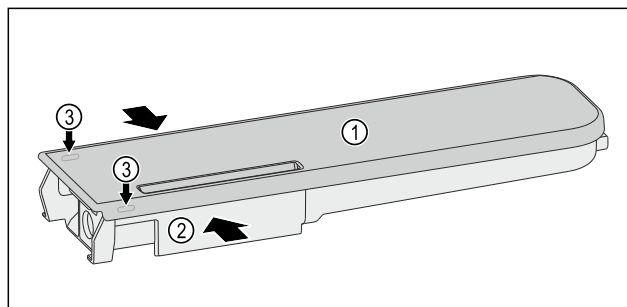

Fig. 195
- Притисніть бак для води Fig. 195 (2), обережно підчепіть і потягніть угору кришку Fig. 195 (1) за допомогою фіксувальних язичків Fig. 195 (3).
- Обережно порушайте кришку Fig. 195 (1) вперед-назад і зніміть її вгору.